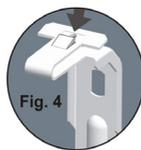

Fig. 4
- Démonter le dossier de l'appareil à l'aide d'un tournevis en agissant sur les 2 pattes de clipsage (Fig. 4).